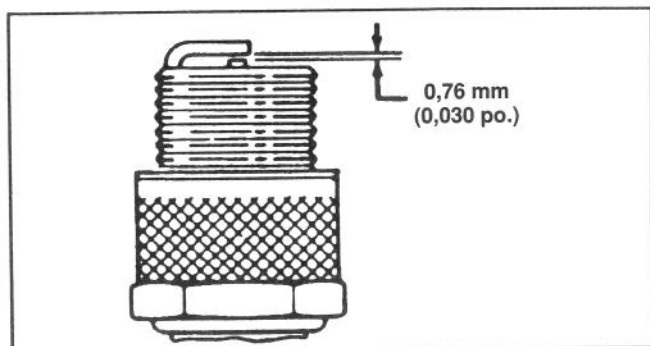

Figure 18
3. Régler l'entrefer à 0,76 mm (0,030 po.) (Fig. 18). Installer la bougie munie de son joint. Serrer fermement à 20 N•m (15 pieds-livres).